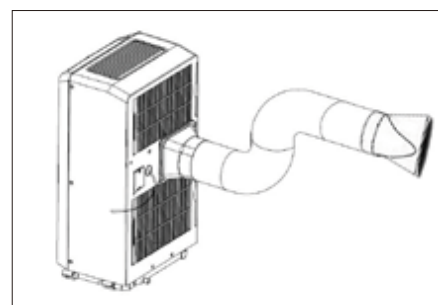

Fig 2.
**B. Fixation du tuyau d'évacuation : fig. 2.**